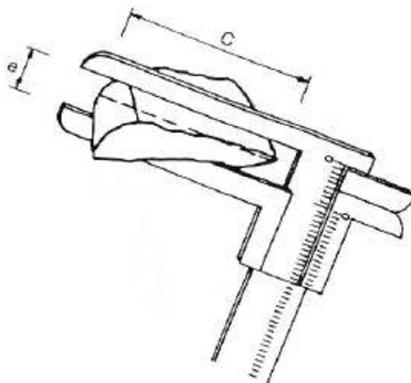

Figura 1 – Dimensões do grão
- Determinar, com aproximação de 0,1 mm, as dimensões “C” e “e” de cada grão (Figura 1).